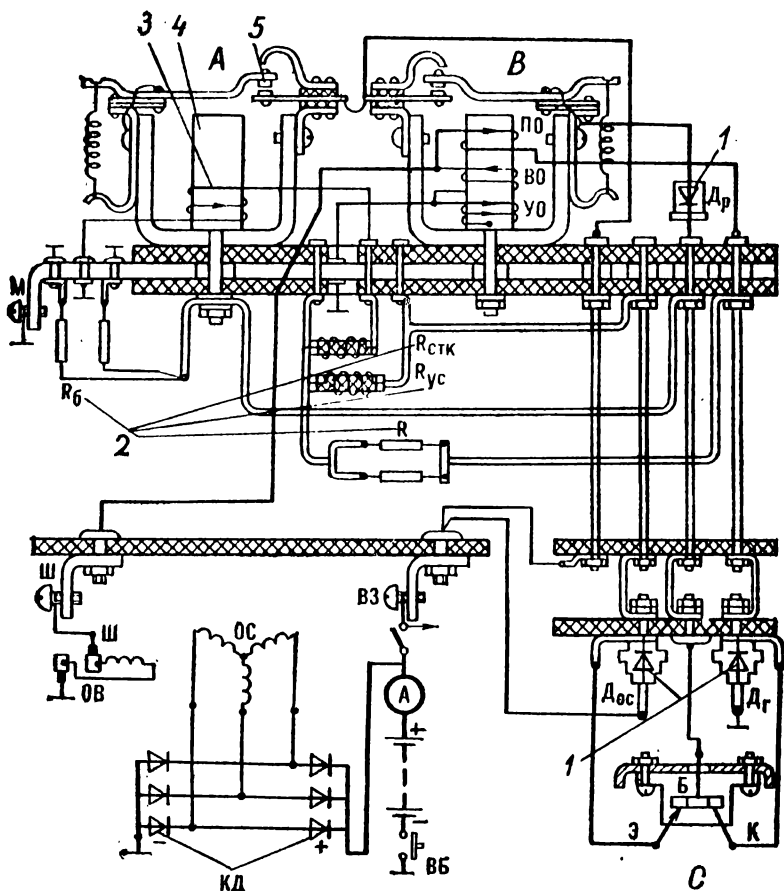

Рис. 12
VIII. Какой буквой (А, В, С) на рис. 12 обозначен регулятор напряжения?
IX. Как называется прибор на рис. 12, обозначенный буквой В?
X. Как называется прибор на рис. 12, обозначенный буквой С?
Задание 43. I. Какие детали контактно-транзисторного реле-регулятора на рис. 12 обозначены цифрой 1?
II. Схема какого контактно-транзисторного реле-регулятора изображена на рис. 12?
III. Реле-регулятор (рис. 12) имеет три клеммы: ВЗ, Ш и М. К какому потребителю присоединяется клемма ВЗ?
IV. Какие детали реле-регулятора обозначены цифрой 2 на рис. 12?
V. Какой цифрой на рис. 12 обозначена обмотка сердечника — регулятора напряжения?
VI. Какими цифрами на рис. 12 обозначены контакты регулятора напряжения и сердечник?
IX. На рис. 12 контактно-транзисторного реле-регулятора видны три диода. Каково их назначение?